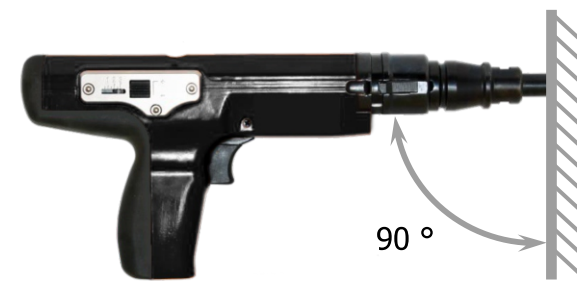

Рис. 7
7. С усилием прижмите пистолет к поверхности основания обеими руками. Убедитесь, что вы держите инструмент перпендикулярно к основанию (Рисунок 7). Использование резинового защитного кожуха помогает обеспечить перпендикулярность пистолета к рабочей поверхности и минимизировать разлет осколков бетона при установке крепежа. Затем нажмите спусковой крючок. Произойдет выстрел с шумовым эффектом и отдачей. Крепление установлено.